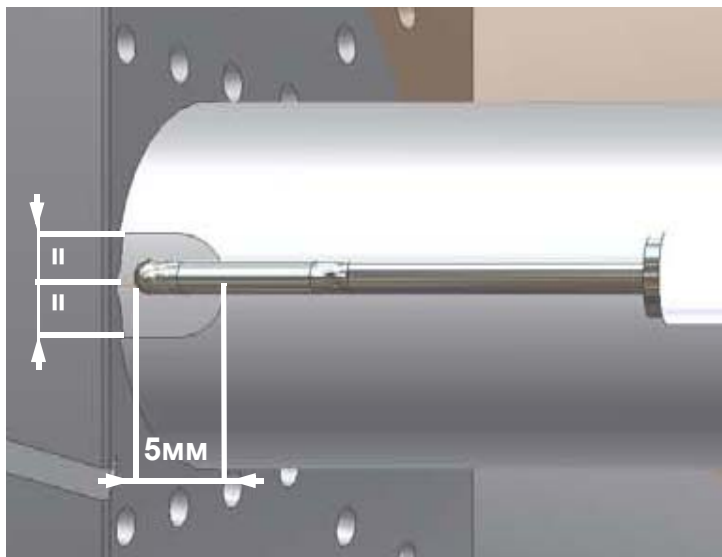

Рис. 25
- Проверьте запальный электроды, очистите, отрегулируйте и, при необходимости, замените (см. Рис. 25).
- 2) отсоединить кабель (CE) электрода (E);
- 4) ослабить винт (B) опоры сопла, который крепит запальный электрод (E) на запальнике горелки (P);
- 5) вынуть электрод и заменить его, выдерживая размеры, указанные на Рис. 25.